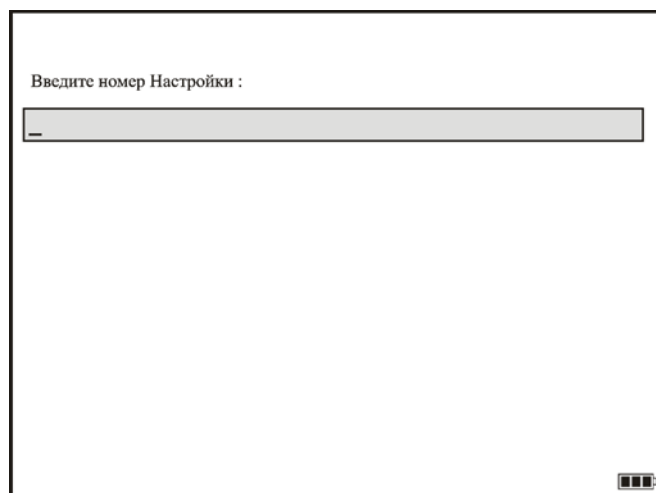

Рис. 5.27.
5.6.2.1. Для создания настройки в параметре «Образец 1», «Образец 2» или «Образец 3» необходимо вызвать параметр «Образец 1», «Образец 2» или «Образец 3» основного меню, затем в появившемся окне (рис. 5.27) необходимо ввести номер настройки по образцу, сохраненной в памяти дефектоскопа в меню